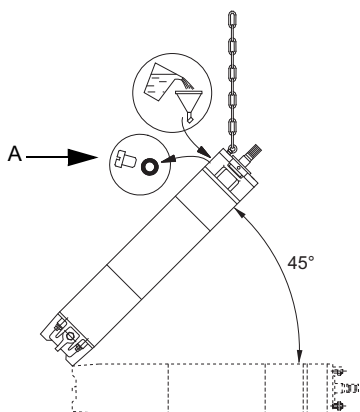

Fig. 4 Posizione del motore durante il riempimento - MMS
1. Collocare il motore ad un angolo di 45° con la parte superiore del motore rivolta verso l'alto. Vedi fig. 4.